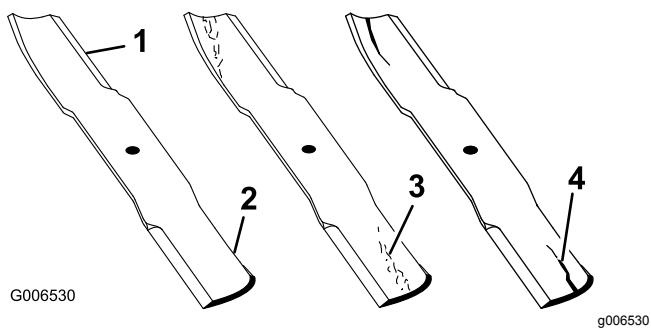

Figure 98
1. Examinez le tranchant des lames (Figure 98).
4. Remplacez immédiatement toute lame fendue, usée ou qui présente une entaille (Figure 98).